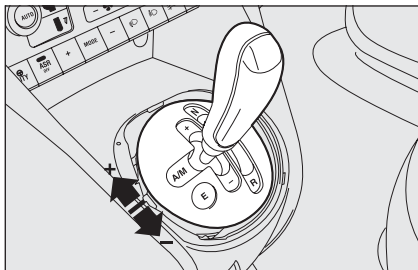

fig. 6
- als de pook in stand (N) of (R) stond, moet deze in de middelste stand gezet worden;
- als de pook al in de middelste stand stond, moet deze naar stand + (UP) fig. 6 worden gedrukt;
- als de pook in stand (N) of (R) stond, moet deze in de middelste stand worden gezet en vervolgens naar stand + (UP) fig. 6 worden gedrukt;
- als de pook al in de middelste stand stond, moet deze 2 keer naar stand + (UP) fig. 6 worden gedrukt;